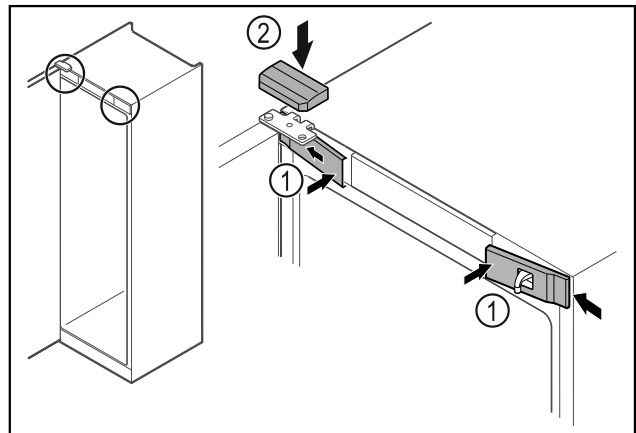

Fig. 42
- ▶ Vordere Abdeckungen Fig. 42 (1) seitlich einhaken und aufrasten.
- ▶ Obere Abdeckung Fig. 42 (2) von oben aufrasten.